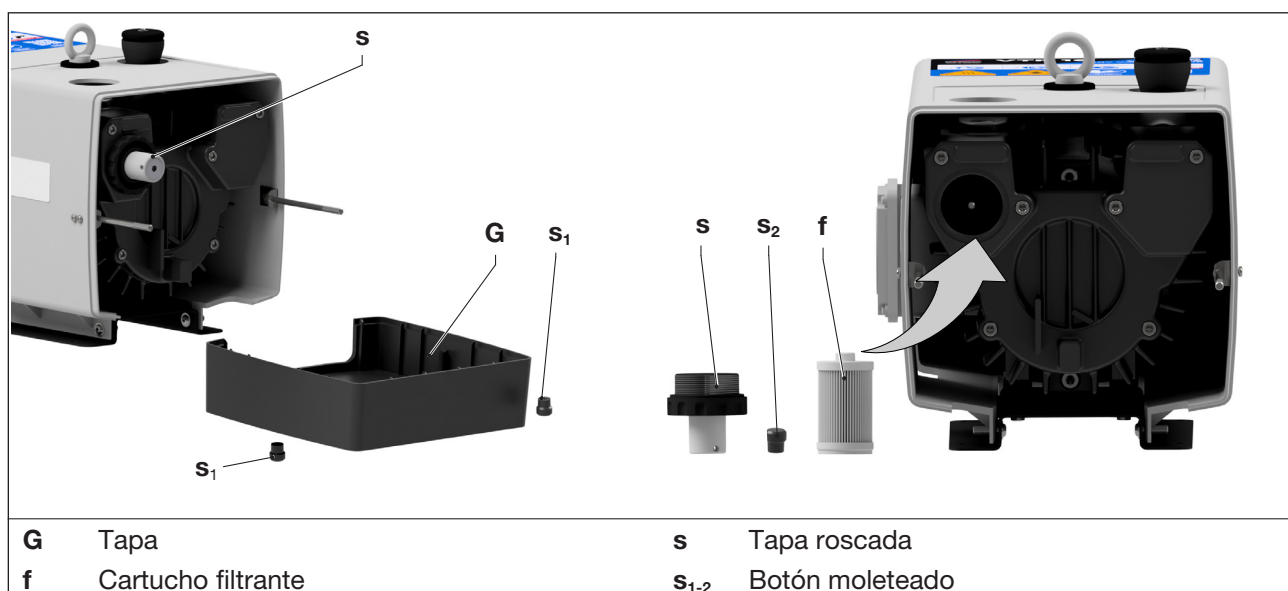

Fig. 4 Cambio del filtro de aire
El cartucho filtrante (Fig. 4/f) debe limpiarse o sustituirse soplando cada mes o más a menudo, dependiendo del nivel de contaminación. Aunque el filtro se limpie, su poder de separación empeorará con el tiempo. Por ello, el filtro debería ser reemplazado semestralmente.
- b) Retirar la tapa (Fig. 4/G) después de aflojar los botones moleteados (Fig. 4/s1).
- c) Aflojar y retirar la tapa roscada (Fig. 4/s) y el botón moleteado (Fig. 4/s2).
- d) Retirar y lavar el cartucho filtrante (Fig. 4/f) o sustituirlo.
- e) Introducir los cartuchos filtrantes (Fig. 4/f) en la conexión de aspiración y fijarlos con el botón moleteado (Fig. 4/s2) y la tapa roscada (Fig. 4/s). Apretar con la mano el botón moleteado y la tapa roscada.
- f) Colocar la tapa (Fig. 4/G) con los botones moleteados (Fig. 4/s1). Apretar con la mano los botones moleteados.
- Retirar la tapa (Fig. 4/G) después de aflojar los botones moleteados (Fig. 4/s1).
- j) Colocar la tapa (Fig. 4/G) con los botones moleteados (Fig. 4/s1). Apretar con la mano los botones moleteados.